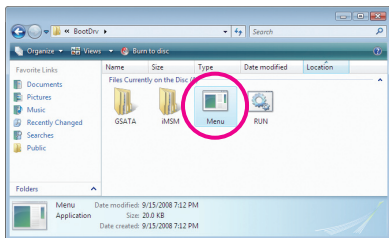
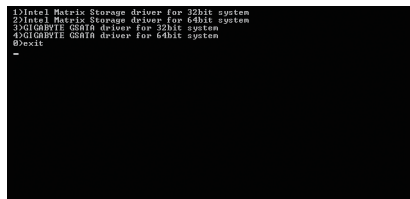

図 3
図 4
- 2: 光学ドライブフォルダから、BootDrv フォルダの Menu.exe ファイルをダブルクリックします(図 3)。図 4 のようなコマンドプロンプトウィンドウが開きます。
- 3: 空のフォーマット済みディスクを挿入します。メニューから対応する文字を押すことでコントローラドライバを選択します。例えば、図4でメニューから、